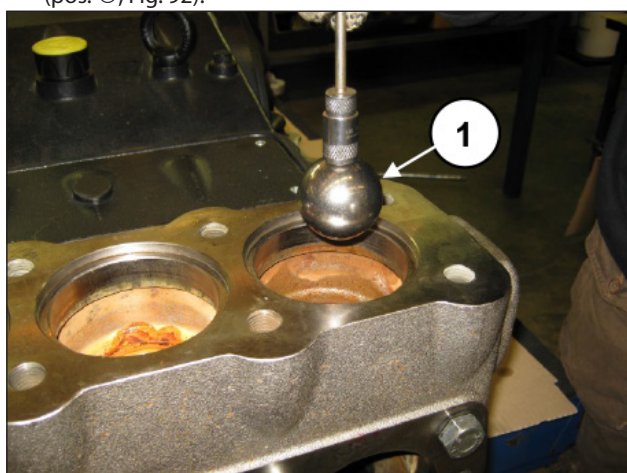

Fig. 92
- D) Extraia as esferas, usando um ímã ou outra ferramenta (pos. ①, Fig. 92).